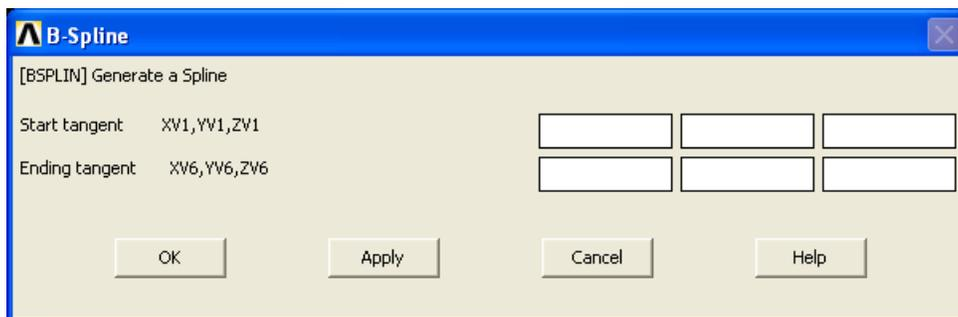

Рисунок 39. Диалоговое окно ввода направления концов сплайна:
Работа с этими двумя пунктами полностью аналогична описанным выше средствам построения сплайна без указания ориентации касательной линии на концах сплайна. Однако на последнем этапе определения сплайна после указания точек, через которые проходит сплайн, и в первом и втором случае появится еще одно диалоговое окно **B-Spline** (Рисунок 39).
Для создания сплайна (Рисунок 39) следует выбрать пункт меню
- Выбрать по порядку точки **1, 2, 3, 4, 5** (Рисунок 39).
- После этого появится диалоговое окно **B-Spline** (Рисунок 39), поля которого следует заполнить следующим образом: